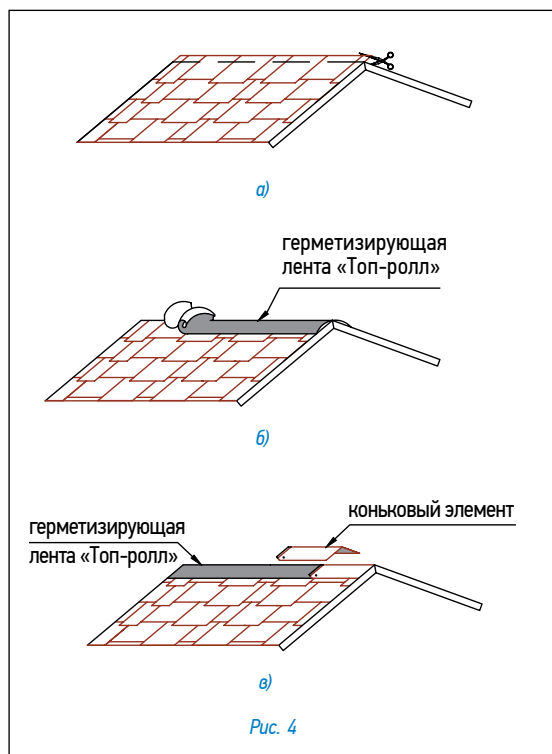

Рис. 4
Конек (рис. 4)
- Верхний ряд черепицы доводится до линии конька (ребра), выступающие части листов обрезаются (рис. 4а);
- линии коньков и ребер герметизируются специальной самоклеящейся лентой «Топ-ролл» (рис. 4б);
- далее устанавливаются внахлест специальные коньковые элементы (направление укладки по преимущественному направлению ветра). Каждый коньковый элемент плотно прижимается к основанию кровли и фиксируется двумя гвоздями из нержавеющей стали длиной 35 мм, которые перекрываются следующим коньковым элементом (рис. 4в).